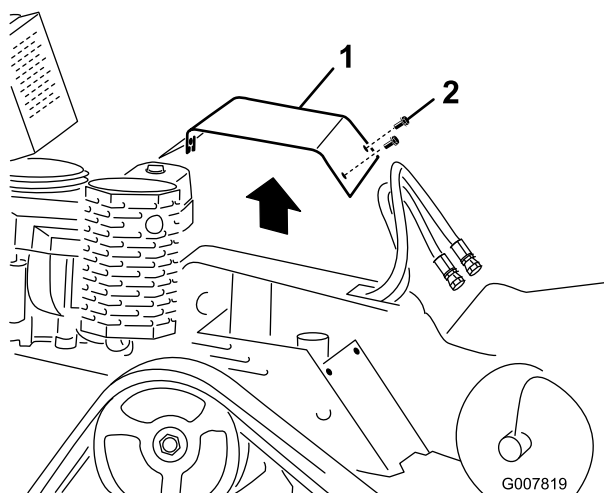

Figura 25
3. Rimuovete i tre bulloni che fissano la piastra di copertura al telaio (Figura 25).
2. Fate scorrere la piastra di copertura nella sua sede e fissatela con i tre bulloni rimossi in precedenza (Figura 25).